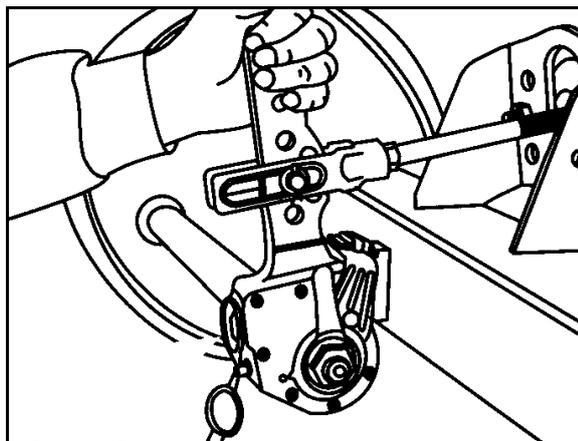

Fig. 92
2. Tourner à l'envers la vis de réglage (flèche) avec une clé polygonale (Fig. 92) d'env. un  $\frac{3}{4}$  de tour dans le sens inverse des aiguilles d'une montre. La course à vide doit être d'au moins 50 mm, pour une longueur de levier de 150 mm.